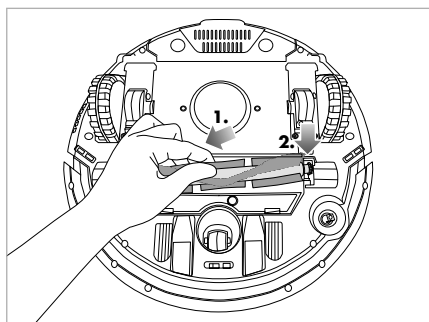

Fig. 18
- 3) Pour remettre le rouleau brosse 31 en place, faites-le tout d'abord glisser à gauche sur le support et faites-le ensuite s'enclencher dans le support à droite (voir fig. 18).